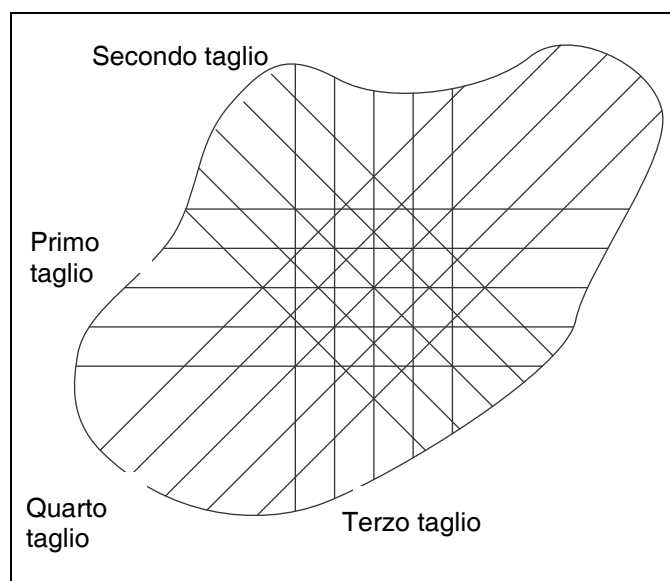

Figura 6G
5. Per una superficie da gioco più regolare ed un aspetto più ordinato, ogni volta che tosate il green modificate la direzione di falciatura. La **Figura 6G** illustra dei pattern a puro titolo esemplificativo; l'operatore o il superintendent del campo da golf possono scegliere pattern diversi per i vari green.